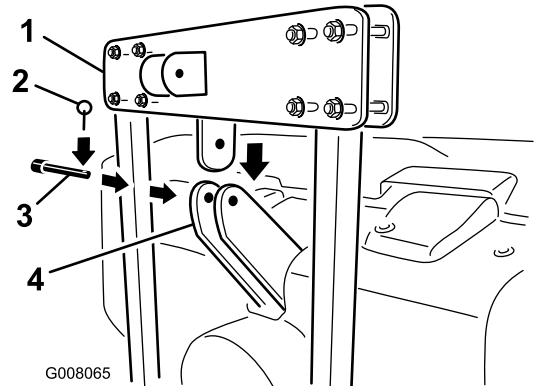

図 6
3. リンク・ピンとリンチ・ピンをつかって、下ヒッチ・クロスのタブをエアレータのブラケットに固定する (図 6)。